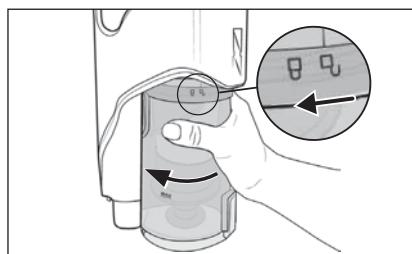

Fig. 17
- 2) Para desmontar el depósito de polvo 6 del aparato, gírelo hacia el símbolo □ (abrir) hasta que pueda retirarse del aparato (consulte la fig. 17).